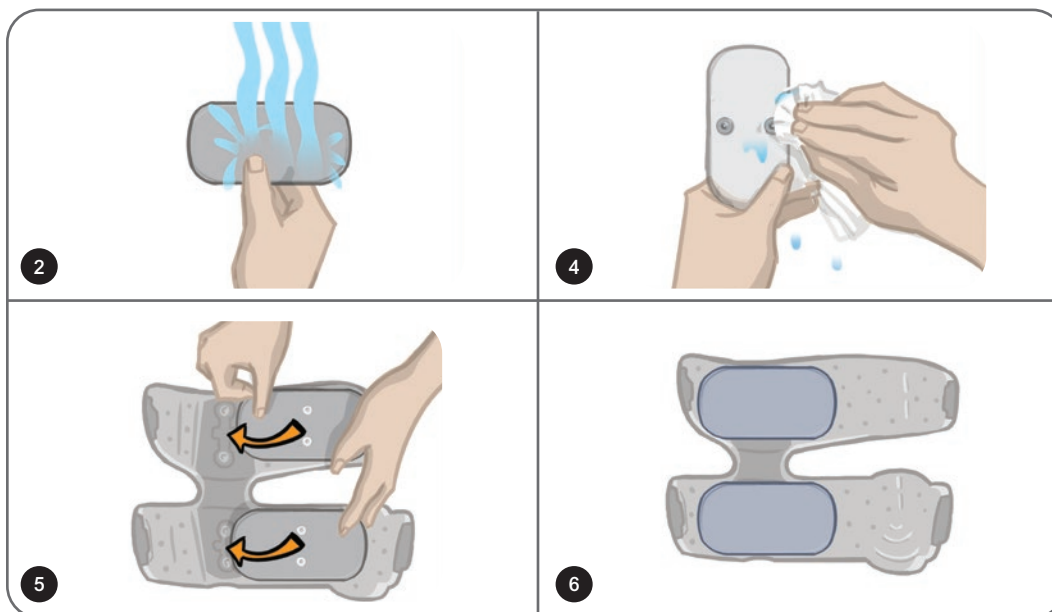

Figure 8-16 : Installation des électrodes en tissu du manchon à cuisse
**Pour installer les électrodes en tissu du manchon à cuisse : (reportez-vous à la figure 8-16)**